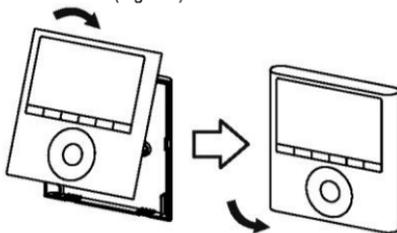

Fig. 3-9
- När du har justerat det övre höljets och spänt fast det måste du undvika att klämma sladdarna under installationen. (Fig. 3-9)